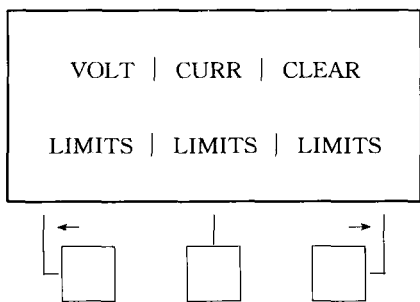
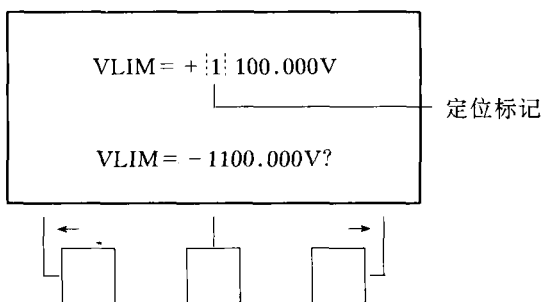

图 15
图 16
5440A (B) 使用算术符号表示要观察的参数, 也需用算术符号键入参数。首先选择键盘上 7 个功能键中的一个, 例如按动 LIMIT (限制) 键后, 显示如图 15。若按“VOLTLIMITS”(电压限制) 对应的软件键, 显示变为图 16 所示。按动键盘上的数字键即可在定位标记处改动数字。按动左右箭头键可移动定位标记。按 ENTER 键可把显示数字设定为仪器的有效限制参数, 按动 CLEAR 键清除这些参数。
举例说明: 当操作人员选择了 VOLT LIMITS (电压限制) 时, 5440A (B) 显示如图 16
先按动键盘上的 LIMIT 键, 会出现如图 15 的显示。再按动对应于 CURR LIMITS 的中间软件键, 字符显示器上会出现电流限制值 25.0mA, 并有闪动标记。表示闪动标记位的数字可以用键盘键改动, 改动限制值后按动 ENTER 键可将此值设置为仪器的参数而储存起来。例如, 键入一个电流限制 10.5mA, 按键次序为: ①LIMIT②CURR LIMITS 软件键③1, 0,
先按动键盘上的 LIMTT 键，显示如图 15。然后按动“VOLT LIMITS”对应的软件键。再用数字键键入所需要的电压限制值，最后按动 ENTER (YES) 键。5440A (B) 随即将此限制值定为本仪器的电压限制值。